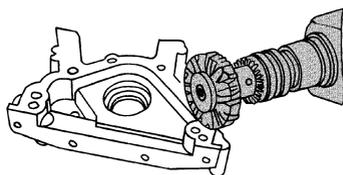

图 2-54 用旋转式塑料刷
- 11) 如图 2-54 所示,用旋转式塑料刷子去掉法兰上的密封剂残余物。